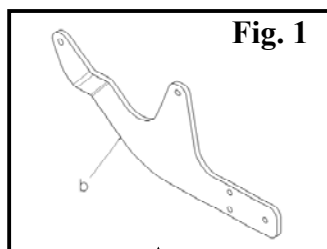

Fig. 1
- * Fastgør højre bærearmlen « b » ved punkterne X med befæstelserne ved X (fig.1).
- * Den rechten Arm „b“ mit dem Schraubensatz X an den Punkten X befestigen (Abb.1).